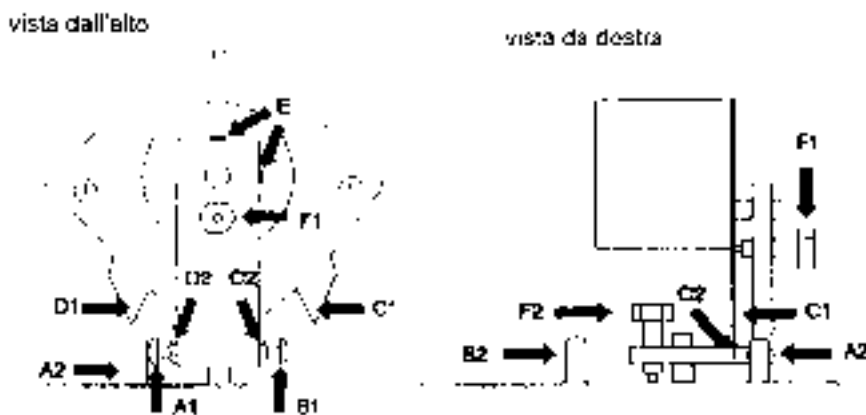

Fig. 2
1. usare il controller per spostare lo specchio nella posizione tutta a sinistra, posizionando quindi la vite (A1) della fig. 2 presso l'arresto meccanico superiore (A2).
1. Usare il controller per spostare lo specchio nella posizione in alto a sinistra, fino a che l'arresto meccanico superiore (C1) di cui alla Fig. 2 non si trova al bordo della staffa dello specchio (C2).
2. Allentare le due viti Allen (E) che tengono l'asse del motore, assicurandosi che il motore non scivoli verticalmente dalla sua posizione attuale.